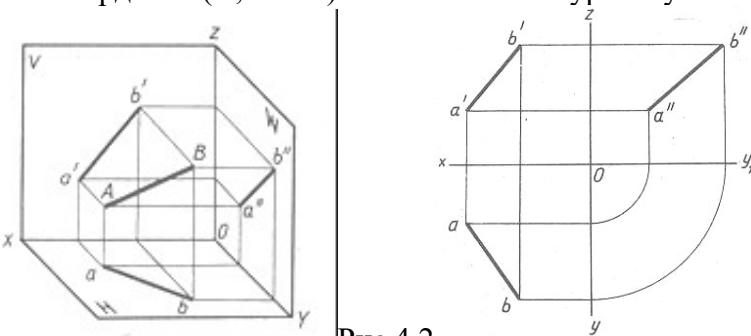

Рис.4.2
1. По заданным в табл. 4.2 координатам построить наглядное изображение отрезка прямой АВ, СД и МН и эпюр (рис.4.2).